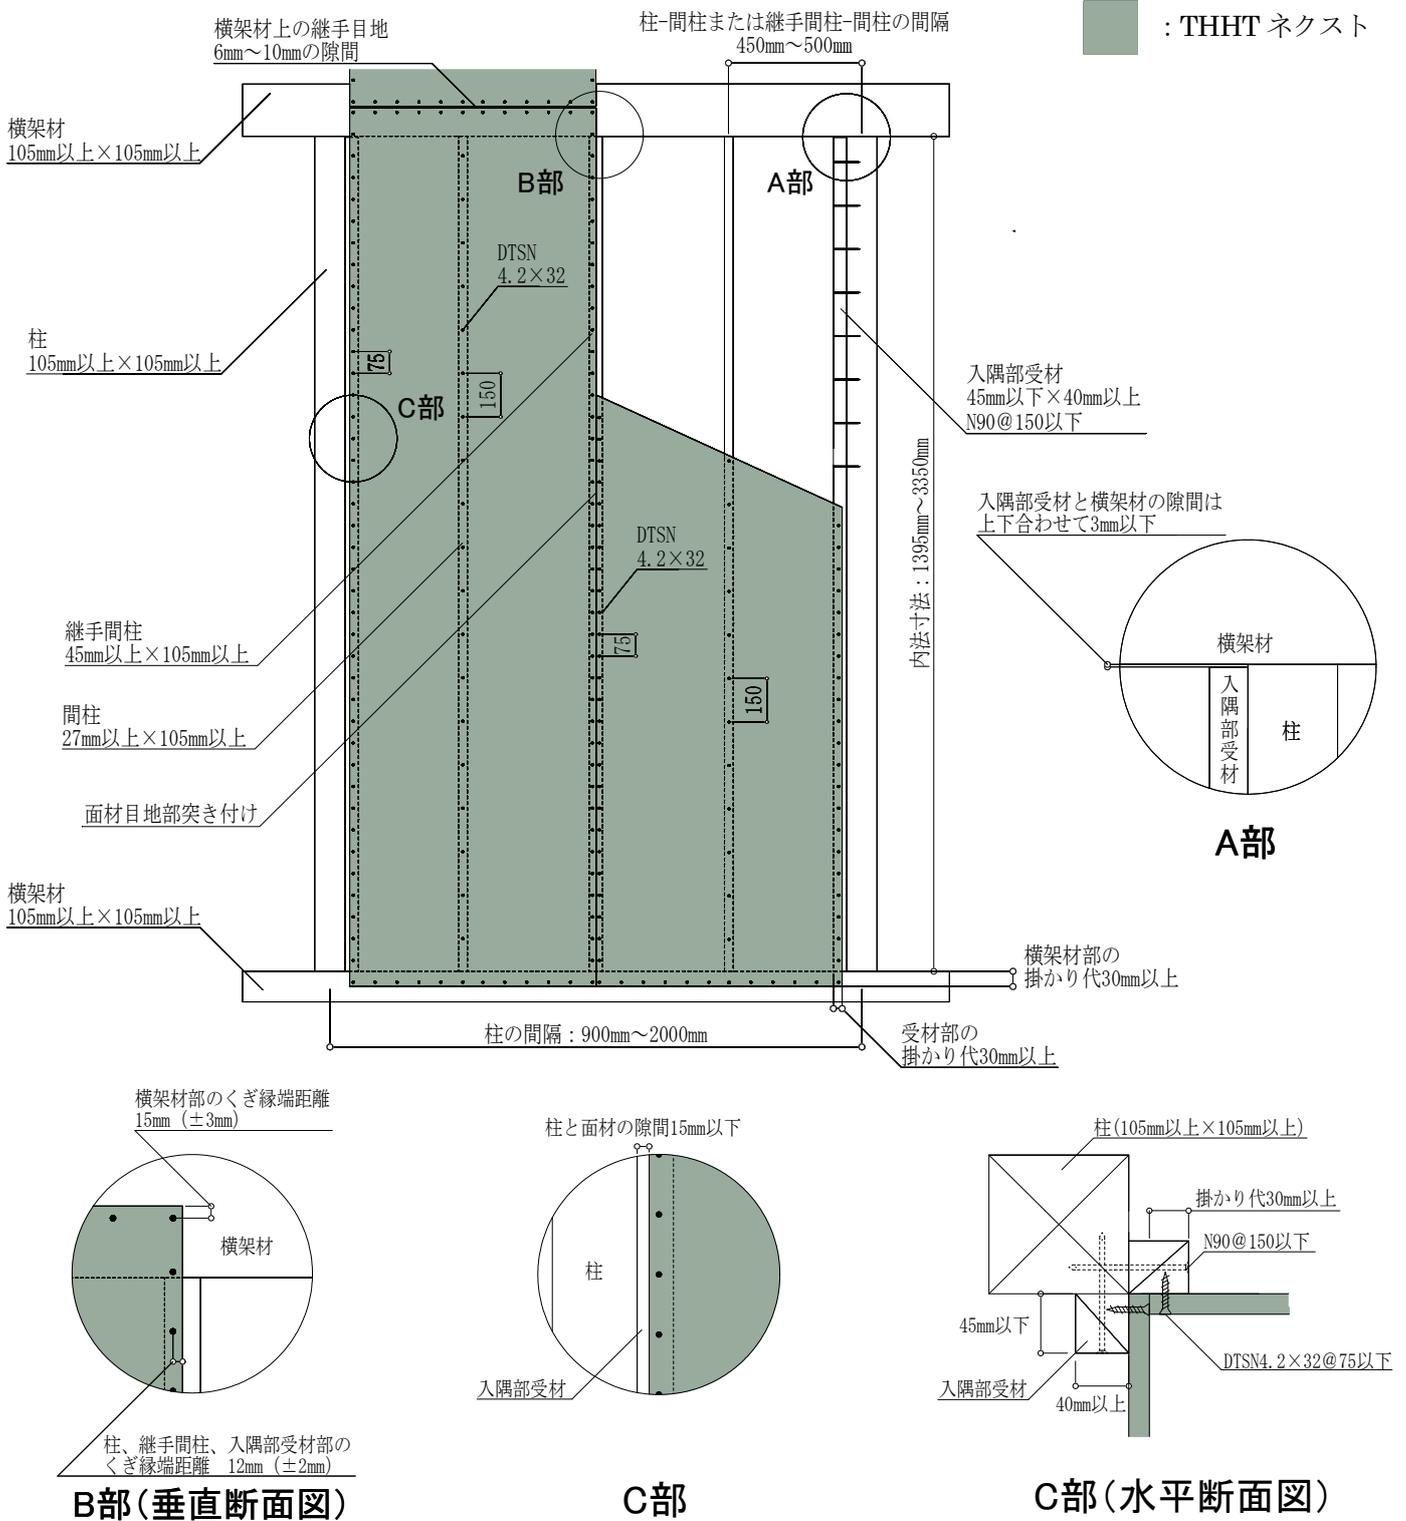

図11 入隅仕様 (FRM-0771 : 2.6倍) 施工概略図 (2Pの場合)
施工においては、図11および注意事項に記載の内容を遵守してください。
- THHT ネクストは、原則 1 枚張りとします。縦継ぎ張りについては、P30 「⑦縦継ぎ張りについて」をご確認ください。
- 図 11 は 2P の施工例となっておりますが、1P の場合も耐力壁とできます。